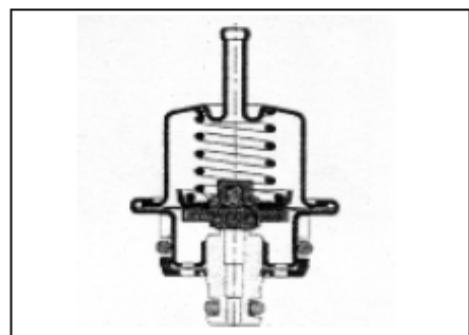

Рис. 43
#### 3. Регулятор давления топлива (DR) (см. Рисунок 43).